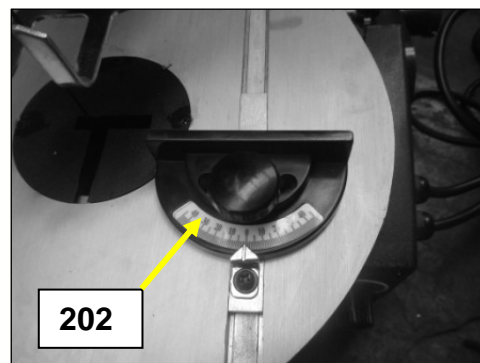

Fig 23
- Desserrez la vis moletée et réglez le guide (202) à l'angle voulu à l'aide du curseur et de la graduation (Voir Fig 23).